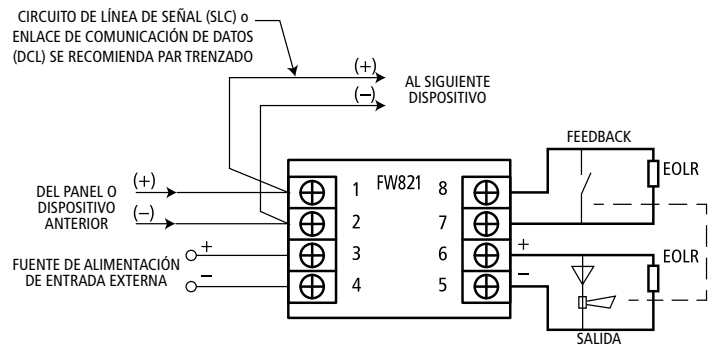

Figura 2 - Diagrama de Cableado (SLC/DCL)
- Conecte los cables, véase la figura 2. Hay polaridad sensible entre el terminal 1 y el terminal 2, entre el terminal 3 y el 4, y entre el terminal 5 y el 6. Todos los circuitos son de potencia limitada. La impedancia de línea máxima para el circuito de entrada de